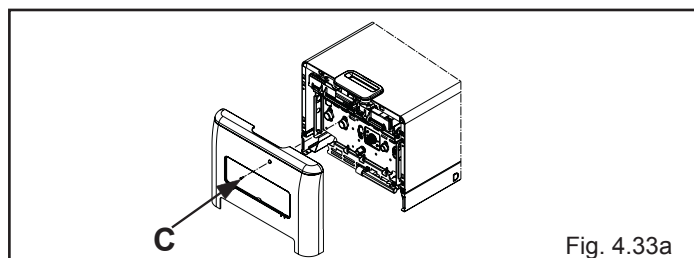

Fig. 4.33a
- Svitare la vite di fissaggio della copertura raccordi (C) (fig. 4.33a)